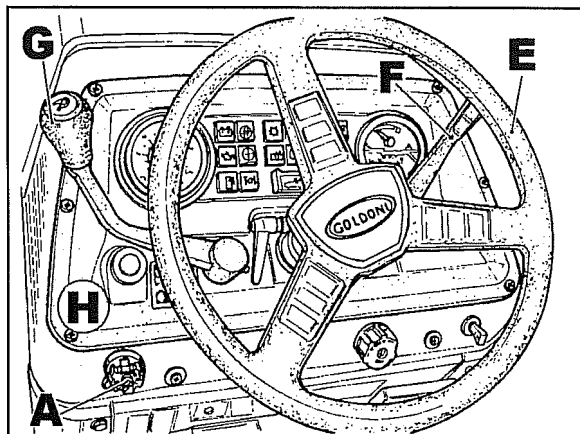
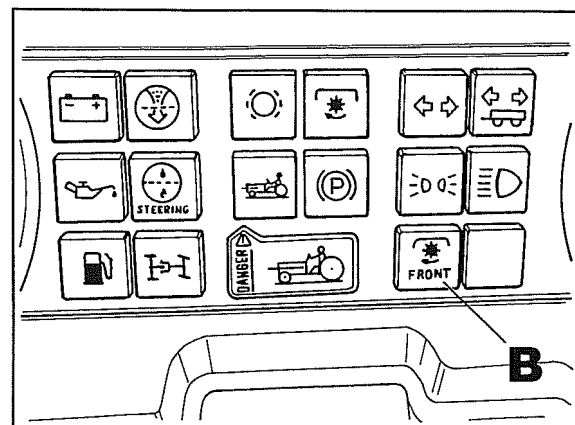
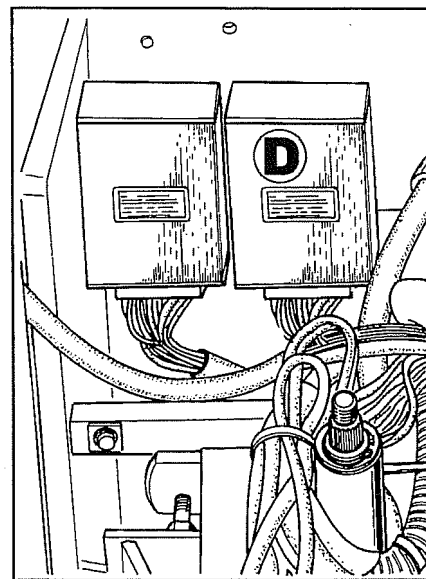

Abb. 1.1
Abb. 2.1
Abb. 4
Den Schalter **A** Abb. 1.1 drücken und nach rechts drehen, die Kontrollleuchte **B** Abb. 2.1 auf dem Armaturenbrett blinkt zu Beginn, um anzuzeigen, daß die Einschaltphase durch das Steuergerät möglich gemacht wird. Wenn die Einschaltung der Zapfwelle erfolgt ist, leuchtet die Kontrollanzeige mit Konstantlicht.
Sollte die Zapfwelle ggf. nicht eingeschaltet werden, den Schalter **A** Abb. 1.1 drücken, um ihn in die ursprüngliche Stellung zurückkehren zu lassen, den Motor dann in einen höheren Drehzahlbereich zu bringen und dann die weiter oben beschriebenen Vorgänge zu wiederholen.
Wenn der Wert nicht 12 V, sondern kleiner oder Null sein sollte, ist die Ursache der Störung zu suchen: auf dem Kabelbaum, auf der Masse, auf dem Schalter **A** Abb. 1.1 oder auf dem Steuergerät **D** Abb. 4.
2.2 Das Lenkrad **E** Abb. 1.1, den Handgashebel **F**, den Gruppen- und Wendeschalthebel **G** und schließlich das Armaturenbrett **H** ausbauen.